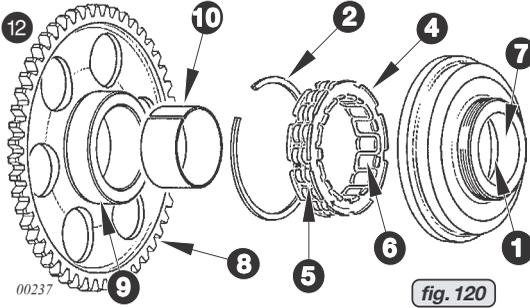

fig. 120
14.2.2) Desmontado del trinquete ver fig. 120 y 121.